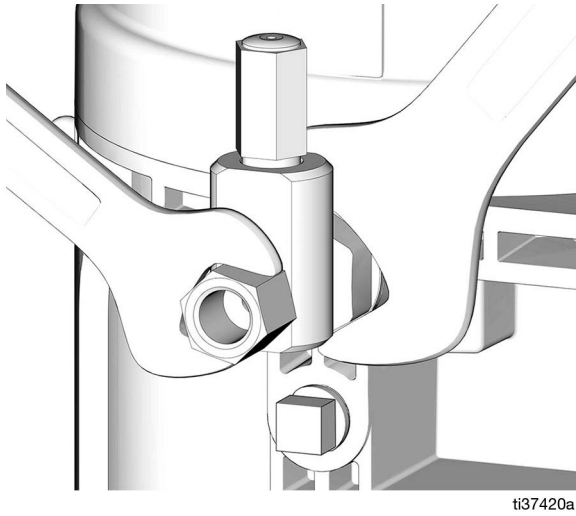

图 25
3. 使用相反方向上的两个扳手拧紧泵元件管件 (图 25)。